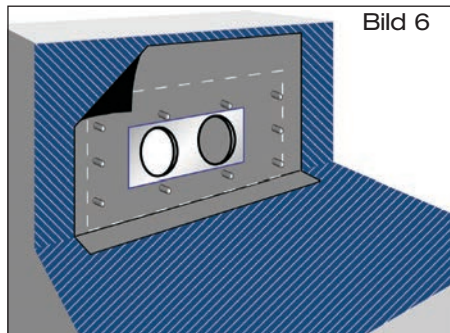

Bild 6
- 1.6 Bei bituminösen Dampfsperrbahnen sind Decke und Wand mit Bitumen-Voranstrich zu versehen (Bild 6). Hochpolymere Dampfsperrbahnen sind gemäß der Verlegevorschriften des Folienherstellers auf dem Untergrund zu fixieren.